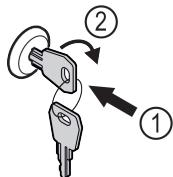

Fig. 126
- Zatlačte klúč Fig. 126 (1).
- Otočte klúč o 90° v smere hodinových ručičiek Fig. 126 (2).